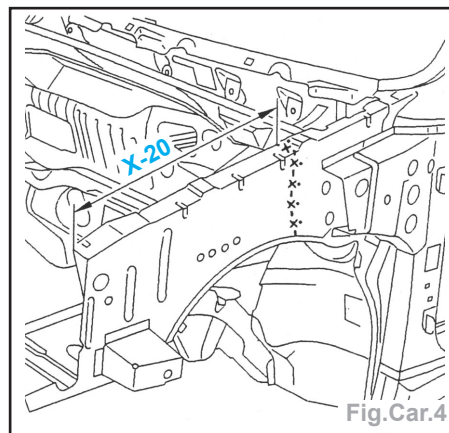

Fig.Car.4
- Tracer puis découper à l'aide d'une meule épaisseur 1 mm (Fig.Car.4) (coupe provisoire)